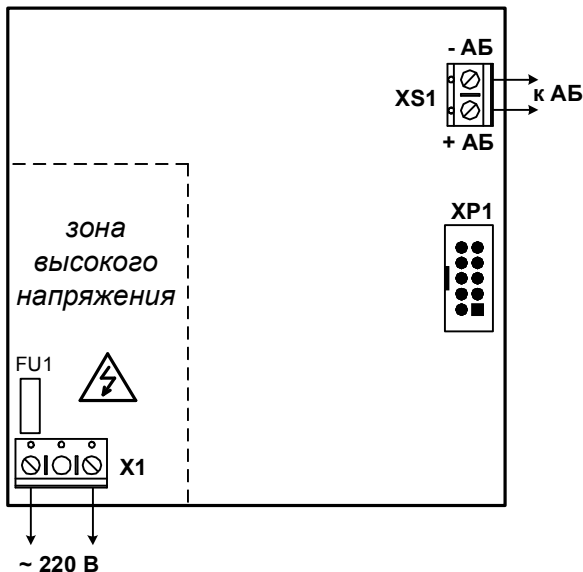

Рис.6 Внешний вид платы источника питания
- плата источника питания (рис.6);
3.3 На плате источника питания (рис.6) расположен клеммник X1 для подключения сети 220 В, клеммник XS1 для подключения аккумуляторной батареи (АБ) и разъем XP1 для подключения к плате контроллера.